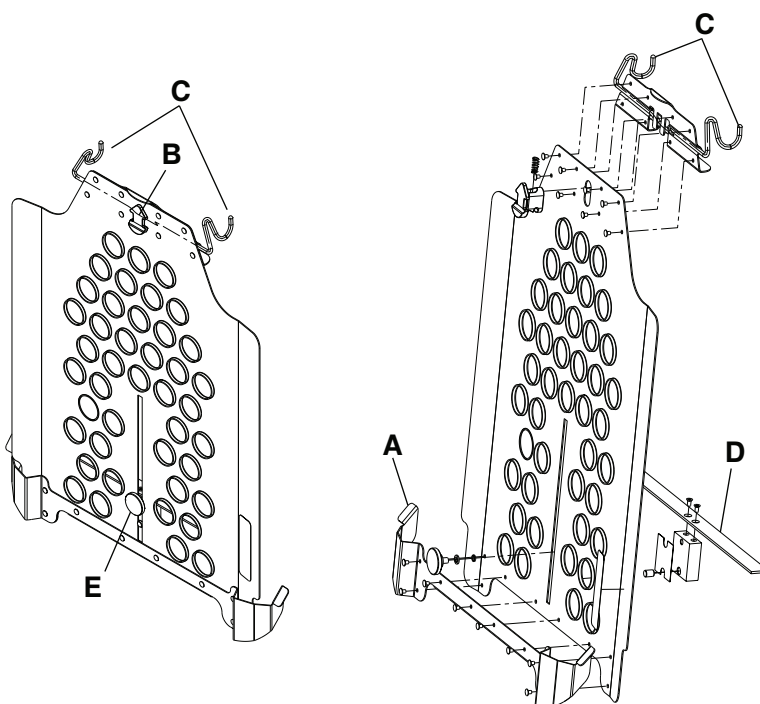

Рисунок 28 – Держатель рентгеновской кассеты
3. Вставьте нижние удерживающие направляющие (A) под планку рамы спинки для положения Фаулера (Рисунок 28).